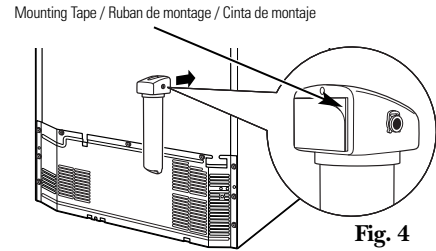

Fig. 4
4. Using the double-sided mounting tape provided, remove one side of protective wax paper and apply the entire piece to the back side of the manifold, applying firm pressure to the entire piece (Fig. 4). (It is recommended to apply when the room temperature is above 55°F for best adhesion.)
5. Remove the remaining wax paper from the double-sided tape on the back side of the manifold, and adhere it to the cleaned surface of the refrigerator, applying firm pressure to the entire piece (Fig. 4).
4. Enlever un côté du papier ciré de protection du ruban à double face qui est fourni et appliquer une forte pression sur l'ensemble du ruban contre la surface arrière du collecteur (Fig. 4). (Pour obtenir une meilleure adhérence, il est recommandé de procéder à l'application lorsque la température de la pièce est supérieure à 12,8°C [55°F]).
5. Enlever le reste du papier ciré de protection du ruban à double face appliqué sur le collecteur, puis placer le ruban adhésif contre la surface nettoyée du réfrigérateur en exerçant une forte pression sur l'ensemble du ruban (Fig. 4).
4. Usando la cinta de doble faz para montaje suministrada, retire un lado del papel encerado protector y aplique la pieza completa a la parte trasera del colector, aplicando una presión firme a la pieza completa (Fig. 4). (Se recomienda aplicar cuando la temperatura del salón sea superior a 55°F para una mejor adhesión.)
5. Retire el papel encerado restante de la cinta de doble faz en la parte posterior del colector y péguelo a la superficie limpia del refrigerador, aplicando una presión firme la pieza completa (Fig. 4).